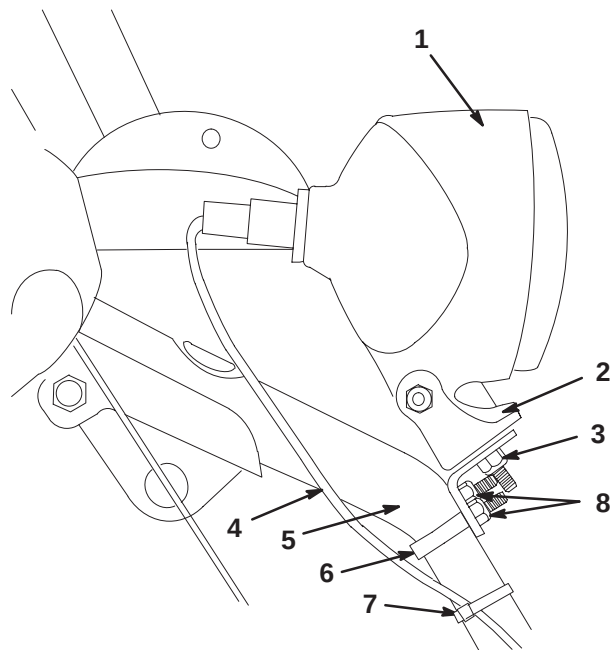

Figure 3
5. Fixez le support au côté droit du guidon à l'aide du boulon en U, de 2 rondelles et de 2 contre-écrous (1/4 pouce) fournis avec le kit (Fig. 3).
6. Fixez le phare au support (Fig. 3) avec l'écrou (5/16 pouce) fourni avec le kit.
7. Insérez le connecteur du câble (avec le serre-câble en plastique en bas) directement au dos du phare jusqu'à ce qu'il soit solidement fixé en position (Fig. 3).
8. Fixez le faisceau de câblage au côté supérieur droit de l'ensemble guidon avec un serre-câble en plastique (fourni avec le kit) à environ 2,5 cm au-dessous du boulon en U (Fig. 3).